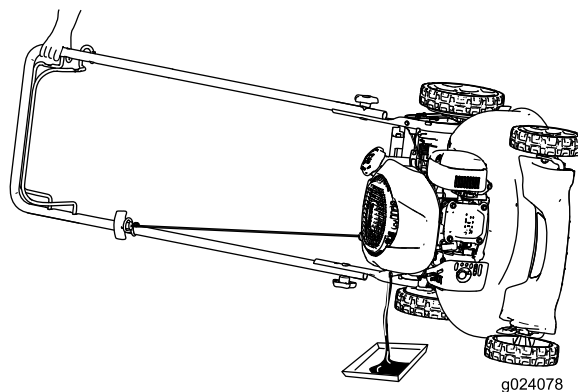

Figura 22
2. Coloque la máquina de lado con la varilla de aceite hacia abajo para drenar el aceite usado a través del tubo de llenado de aceite (Figura 22).